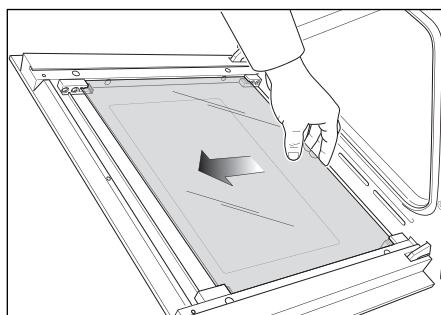

Fig. 41b
- Décrochez doucement la vitre centrale des pinces inférieures en la déplaçant comme illustré sur la Fig. 41b.